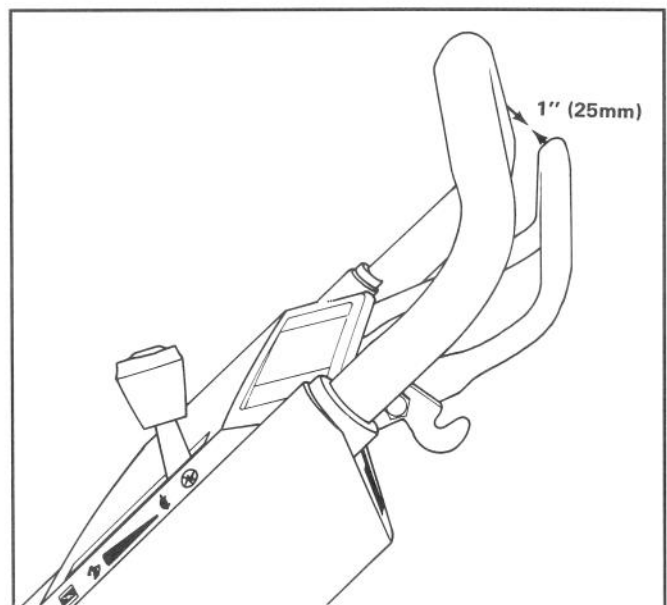

Figure 21
3. Pour vérifier le réglage du système de traction, ramener lentement la barre de commande vers le guidon. Le réglage est adéquat lorsqu'on rencontre une légère résistance quand la barre de commande est à environ 2,5 cm (1 pouce) du guidon supérieur (fig. 21).